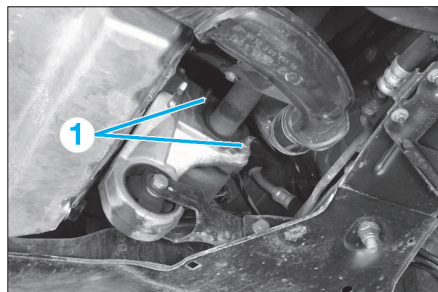

FIG. 4
- Desserrer les écrous (1) (Fig.4).